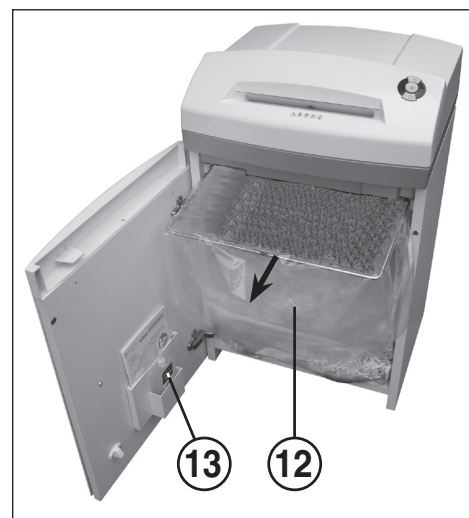

Fig. 4
#### 12 = Saco colector de papel (Fig. 4)
#### 13 = Recipiente de óleo (Fig. 4)
### ESVAZIAR O SACO COLECTOR PARA PAPEL (Fig. 4):
Abra a porta. O indicador de controlo (8) acende-se e o indicador LED (4) do botão de retrocesso (4), bem como o indicador de controlo (7) piscam. Retire o recipiente de óleo (13) (Fig. 4) do suporte da porta e volte a fechá-la.